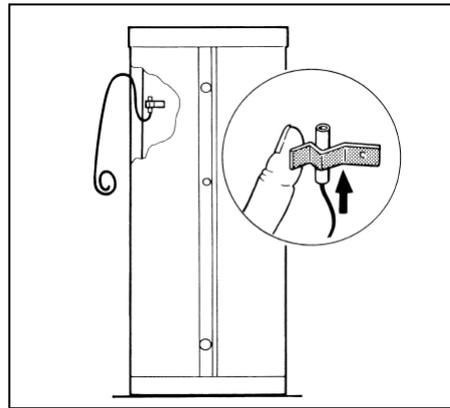

Рис. 8 Монтаж температурного датчика (схематическое изображение)
Монтаж датчика горячей расходной воды (Рис. 8):
- Датчик (Рис. 8, Поз. 1) с направляющей проволокой (Рис. 8, Поз. 2) вставить до упора. Проволока находится в точке выполнения измерений MB1.